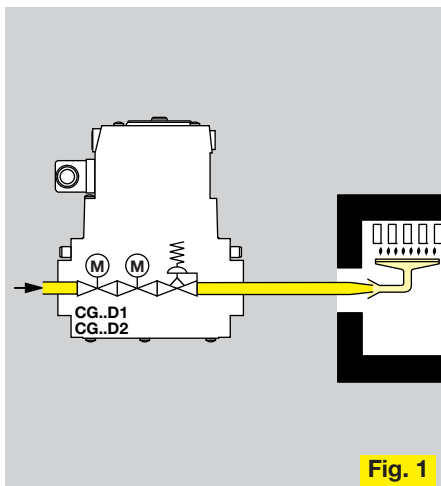

Fig. 1
- Fig. 1 Einstufige Gasspezialheizkessel, einstufige Wandheizkessel.
- Fig. 1 Single-stage special-purpose gas-fired heating boilers, single-stage wall-mounted heating boilers.
- Fig. 1 Chaudières de chauffage spéciales au gaz, à un étage, chaudières de chauffage murales à un étage.